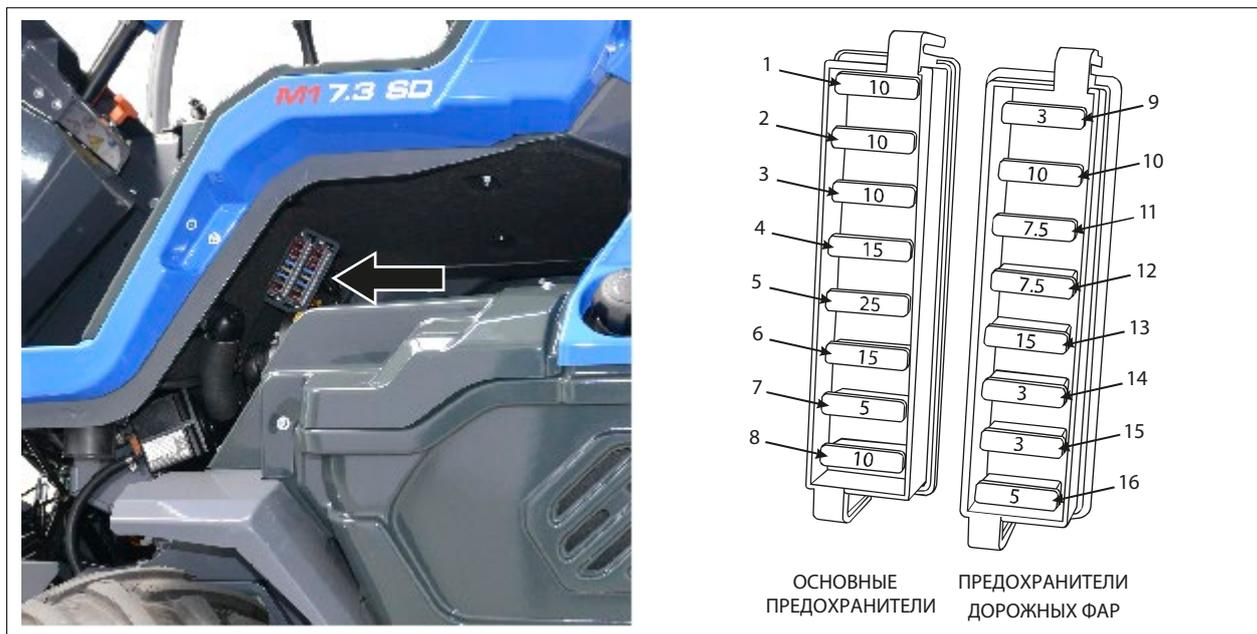

РИС. 51
- 2) Снимите крышку, расположенную под сиденьем (см. РИС. 51).